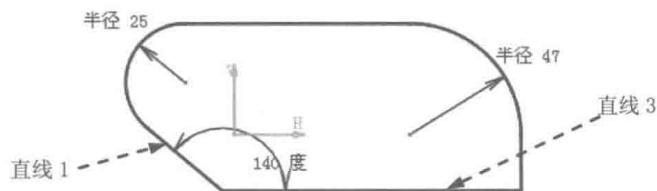

图 1.4 标注半径和角度值
Step4. 标注图 1.4 所示的两条圆弧的半径及直线 1 和直线 3 之间的角度值。